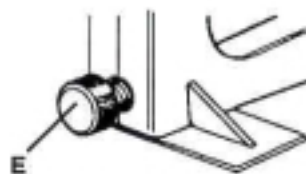

Ilustración 3
El ajuste de la presión (E) afectará la profundidad a la que penetrará la punta en la madera. Aunque la configuración de fábrica se adapta a la mayoría de los marcos, la profundidad puede aumentarse dando vuelta la perilla en sentido de las manecillas del reloj, disminuyéndose al ajustarla contra el sentido de las manecillas del reloj. Ilustración 3.